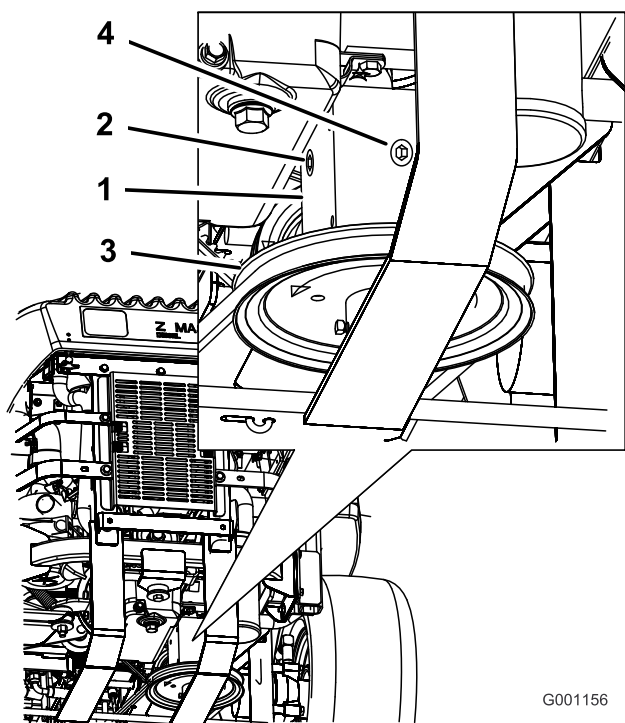

Рисунок 79
3. Отверните боковую или заднюю пробку на редукторе (Рисунок 79).